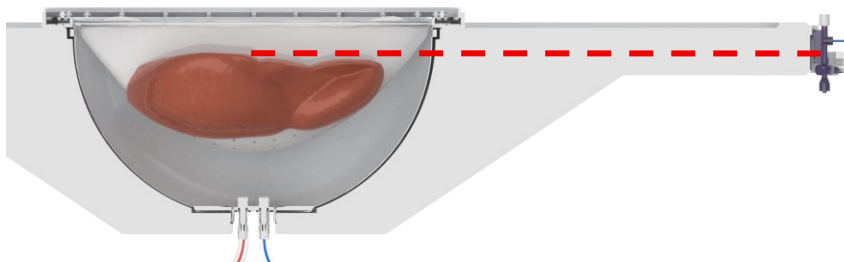

Figure 28: Hauteur du foie par rapport au capteur de pression
- Notez que le foie est soutenu par le filet et le liquide contenu dans le réservoir. Pour garantir une mesure de pression précise, il est essentiel d'aligner la hauteur du foie avec celle du capteur de pression, comme illustré sur la Figure 28. L'extrémité de la canule doit se trouver à la même hauteur que le centre du capteur de pression.